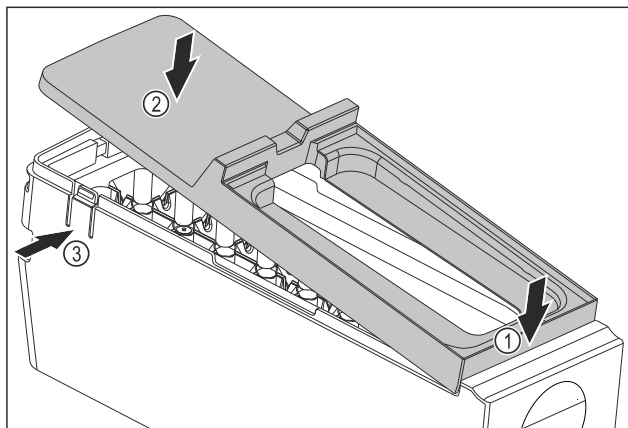

Fig. 81
- ▶ Montați apărătoarea corpului EasyTwist-Ice: Așezați în față apărătoarea Fig. 81 (1)
- ▶ Coborâți în spate apărătoarea Fig. 81 (2)
- ▷ Apărătoarea se fixează în poziție cu zgomot specific în cele două eclise Fig. 81 (3).